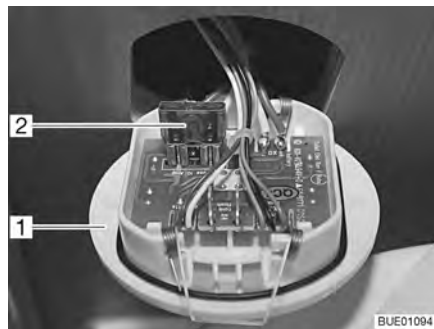

Fig. 143 Fusible del inodoro
- Levantar el elemento para el inodoro (Fig. 143,1) utilizando una herramienta apropiada y extraerlo de la pared.
- Cambiar el fusible (Fig. 143,2).